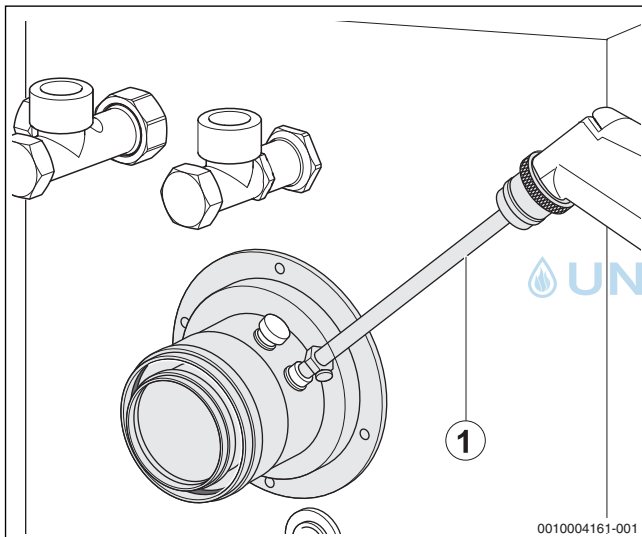

Bild 58 Messwerte aufnehmen
- ▶ Messfühler durch die Messöffnung (→ Bild 58, Seite 32) im Abgasrohr in den Kernstrom halten und CO₂-Gehalt kontrollieren.